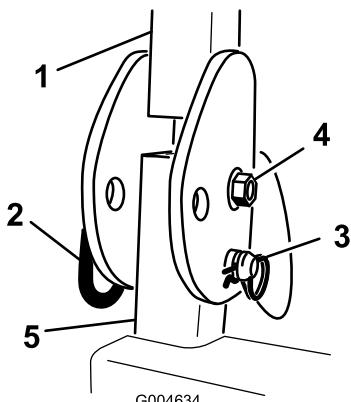

Figure 4
- Retirez les goupilles fendues puis les deux axes de l'arceau de sécurité (Figure 4).
2. Relevez complètement l'arceau de sécurité puis insérez les deux axes et fixez ces derniers avec les goupilles fendues (Figure 4).